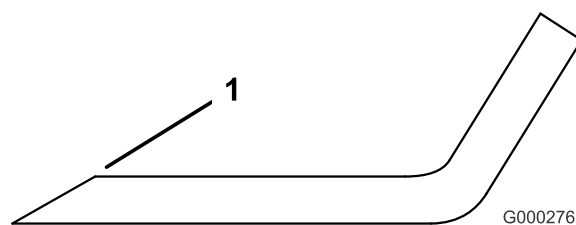

Figura 89
- Inspeccione los filos de todas las cuchillas. Afílelos si están romos o tienen mellas. Afíle únicamente la parte superior del filo y mantenga el ángulo de corte original para asegurar un filo correcto (Figura 89). La cuchilla permanecerá equilibrada si se retira la misma cantidad de metal de ambos bordes de corte.